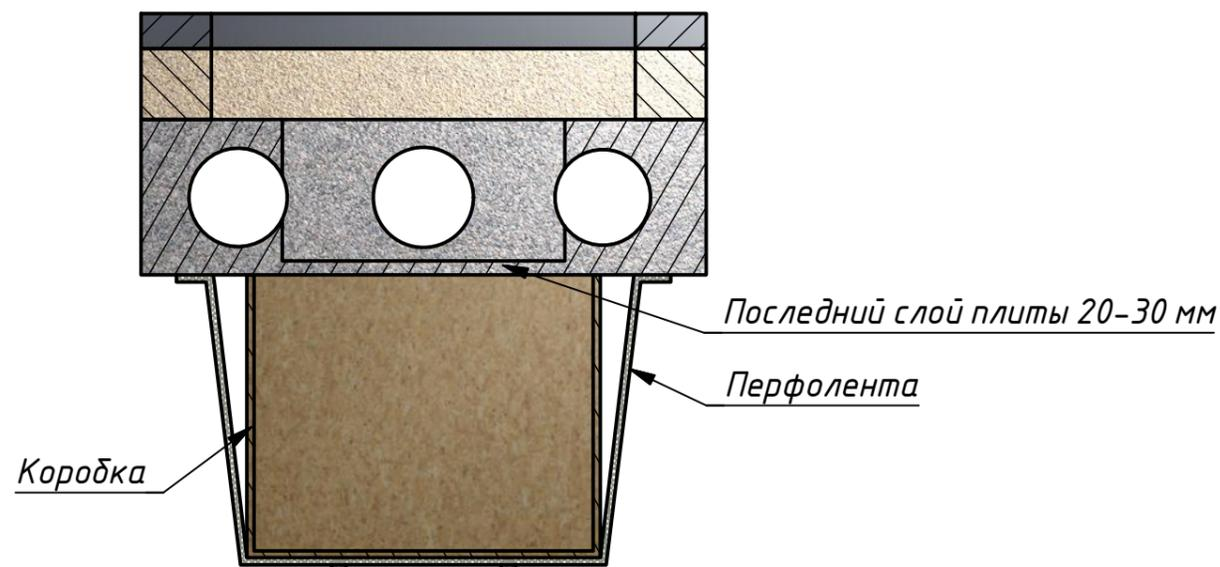

Рис. 30
4.6.4.6. В местах пробивки отверстий к перекрытию подвешивается коробка размерами, превышающими размер вырубаемого отверстия, не менее, чем на 30 см. Крепление коробки осуществляется перфолентой, которая приметывается к дну коробки. К перекрытию перфолента крепится с помощью анкеров или дюбель-гвоздей (рис. 30).